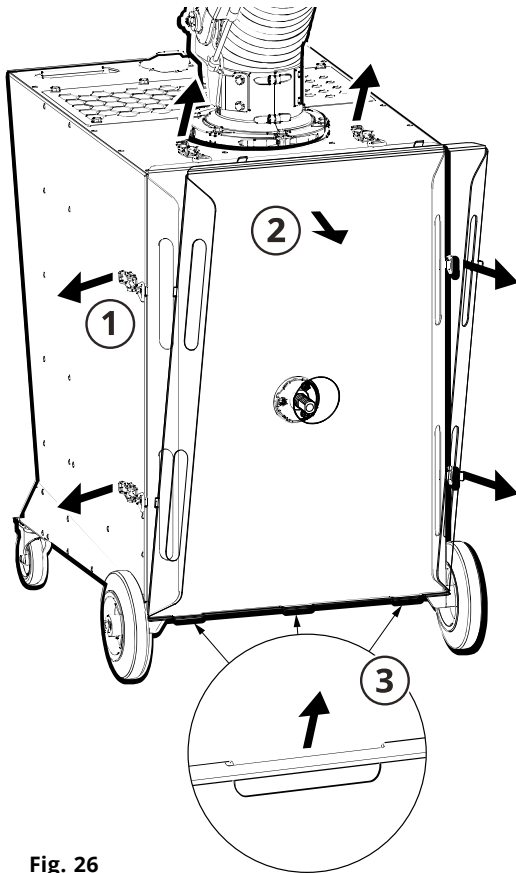

Fig. 26
4. Abra las cerraduras excéntricas (1, **Fig. 26**) de la trampilla del filtro. Despliegue la trampilla (2). Cuando el asiento del cojinete esté libre, levántelo hacia arriba (3) y retire la trampilla.
2. Abra las cerraduras excéntricas (1, **Fig. 26**) de la trampilla del filtro. Despliegue la trampilla (2). Cuando el asiento del cojinete esté libre, levántelo hacia arriba (3) y retire la trampilla.